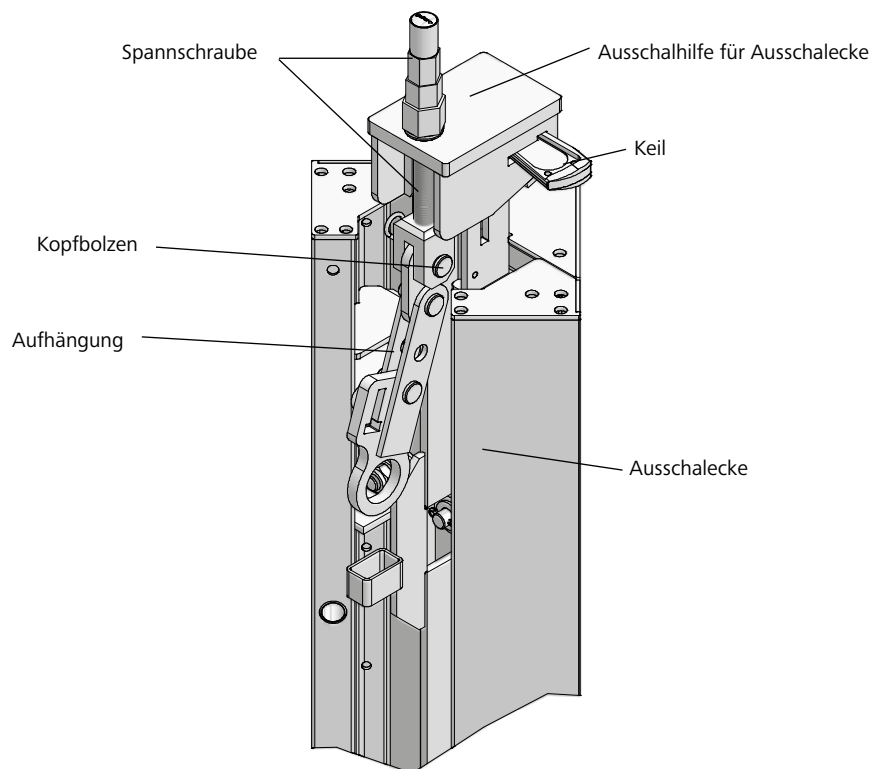

Abb. 51.3
1. Die Ausschalhilfe für Ausschalecke wird auf das Koppungsstück an der Oberseite der Ausschalecke aufgesetzt. Die Aufhängung der Ausschalecke muss hierbei nach unten geneigt sein (Abb. 51.3).
2. Die Befestigung an der Ausschalecke erfolgt mit dem an der Spannschraube der Ausschalhilfe integrierten Kopfbolzen 16/40 und Federstecker 4 (Abb. 51.3).
3. Zur Fixierung der Ausschalhilfe für Ausschalecke wird der an der Ausschalecke befestigte Keil in die Öffnung im Seitenteil der Ausschalhilfe für Ausschalecke geschlagen (Abb. 51.3).